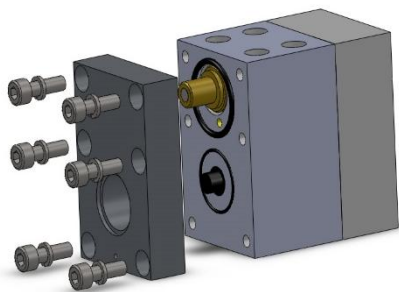
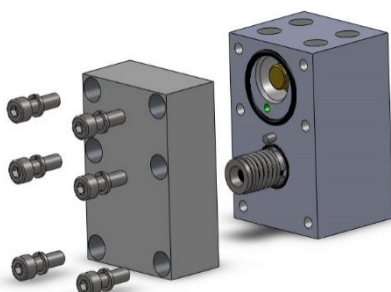
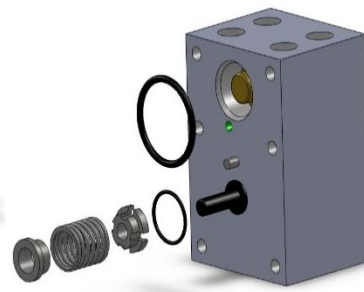

图 6
图 7
图 8
3、用 M4 内六方扳手取下前盖板的螺栓（注意按对角顺序依次取下），拆下前盖板，检查此处 O 型圈，防止丢失(见图 6)；同理拆下后盖板(见图 7)，注意后盖板处定位销、弹簧、弹簧座(见图 8)；